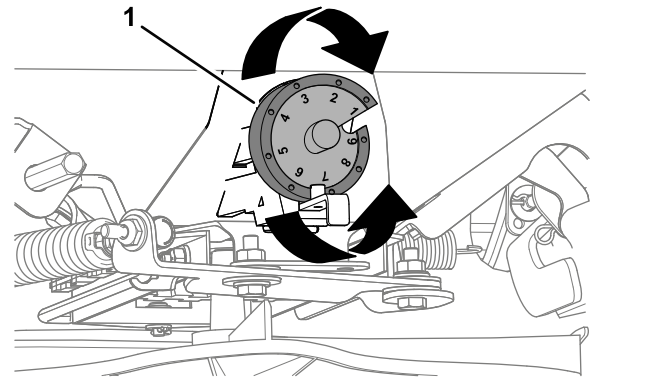

Figura 30
5. Gire la leva del dosificador (Figura 30) hasta el ajuste que determinó en el paso 4.